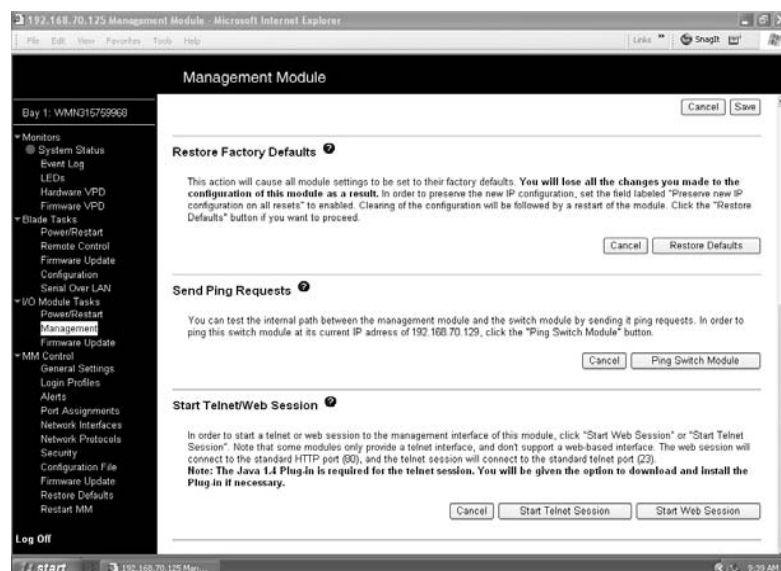

Figure 15. Fenêtre d'administration du commutateur (configuration avancée)
7. Faites défiler la fenêtre et cliquez sur **Advanced Management**. La fenêtre qui s'ouvre est similaire à celle de la Figure 15.